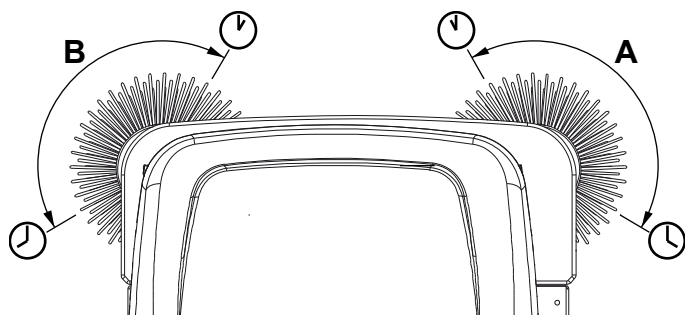

Figure 4
3. Tourner la clé de contact (65) et démarrer la machine.
4. Baisser le balai latéral au moyen du levier (52) et le laisser tourner pour 1 minute.
5. Lorsque le balai latéral (9) (15, optionnel) est baissé, sa extension et orientation doit se présenter comme indiqué dans la figure (A et B, Fig. 4).